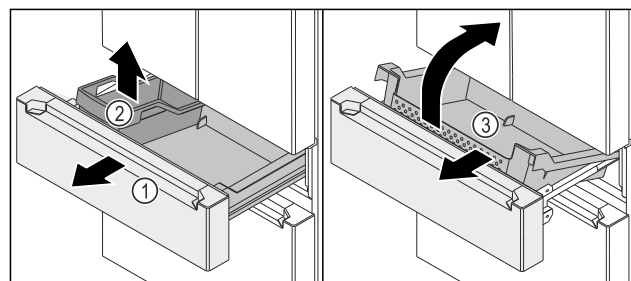

Fig. 151
- ▶ Auszugswagen *Fig. 151 (1)* bis zum Anschlag herausziehen.
- ▶ FlexBox *Fig. 151 (2)* entnehmen.
- ▶ Behälter Fig. 151 (3) vorne hochheben.
- ▶ Behälter Fig. 151 (3) schräg nach vorne entnehmen.